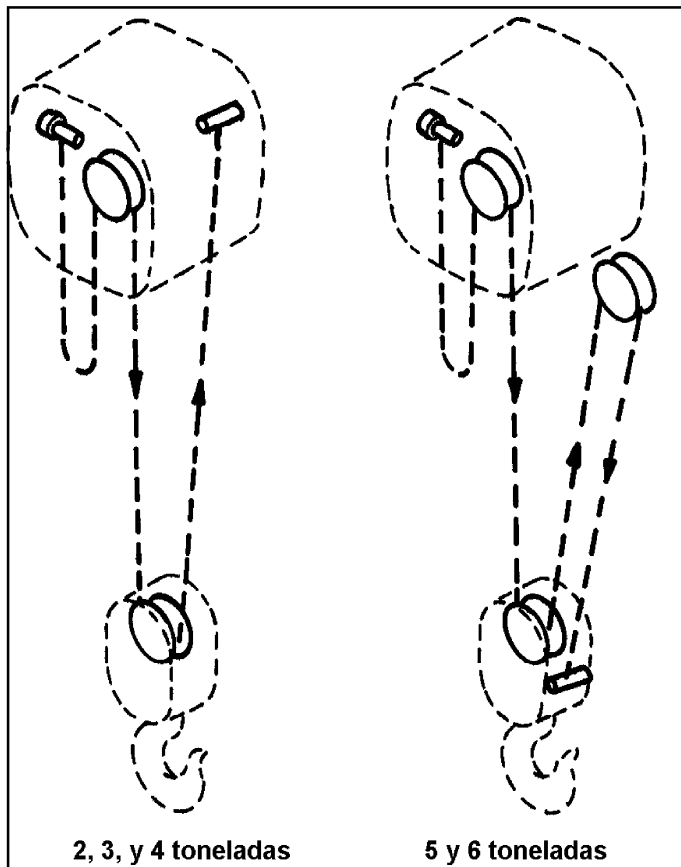

Figura 7-9. Enhebrado para los modelos de 2 a 6 toneladas
c. En los modelos de 2, y de 3 a 6 toneladas de dos caídas, enhebre el polipasto según la Figura 7-9. Asegúrese de que la cadena no esté doblada.